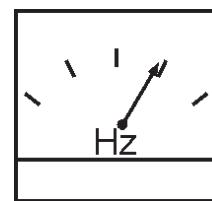

Figure 44. Fréquencemètre
5. Le système de mesure de fréquence du générateur (Figure 44) doit afficher la fréquence de sortie du cycle 50 en **HERTZ**.